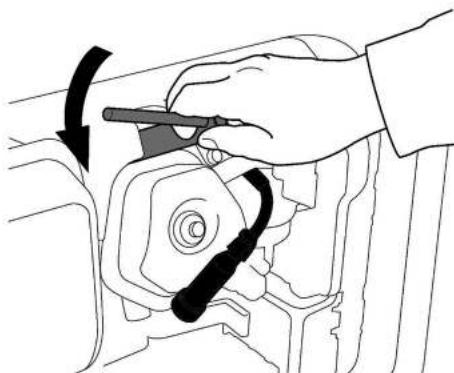

Рис. 11. Обслуживание свечи зажигания
- Открутите свечу зажигания свечным ключом (Рис. 11).